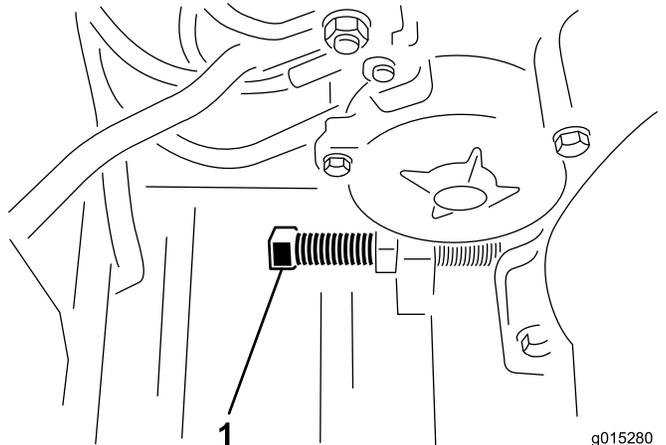

図 22
2. ベルト調整ボルトを回して、適切な張りを出す。エンジン固定ボルトを少しだけ締め付ける。エンジンがフレームと並行になるように調整する。エンジン取り付けボルトをさらに、最後まで締め付ける 図 22。